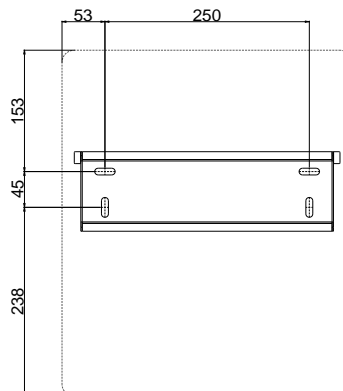

FIG.6-6 Posição de Perfuração
1) Utilize o suporte de montagem na parede como modelo e marque as posições dos furos, depois faça os 4 furos conforme a FIG. 6-6. (Diâmetro = 11mm, Profundidade \geq 55mm).
Nota: As dimensões externas (L x A) do inversor são mostradas como uma linha tracejada na FIG. 6-6.